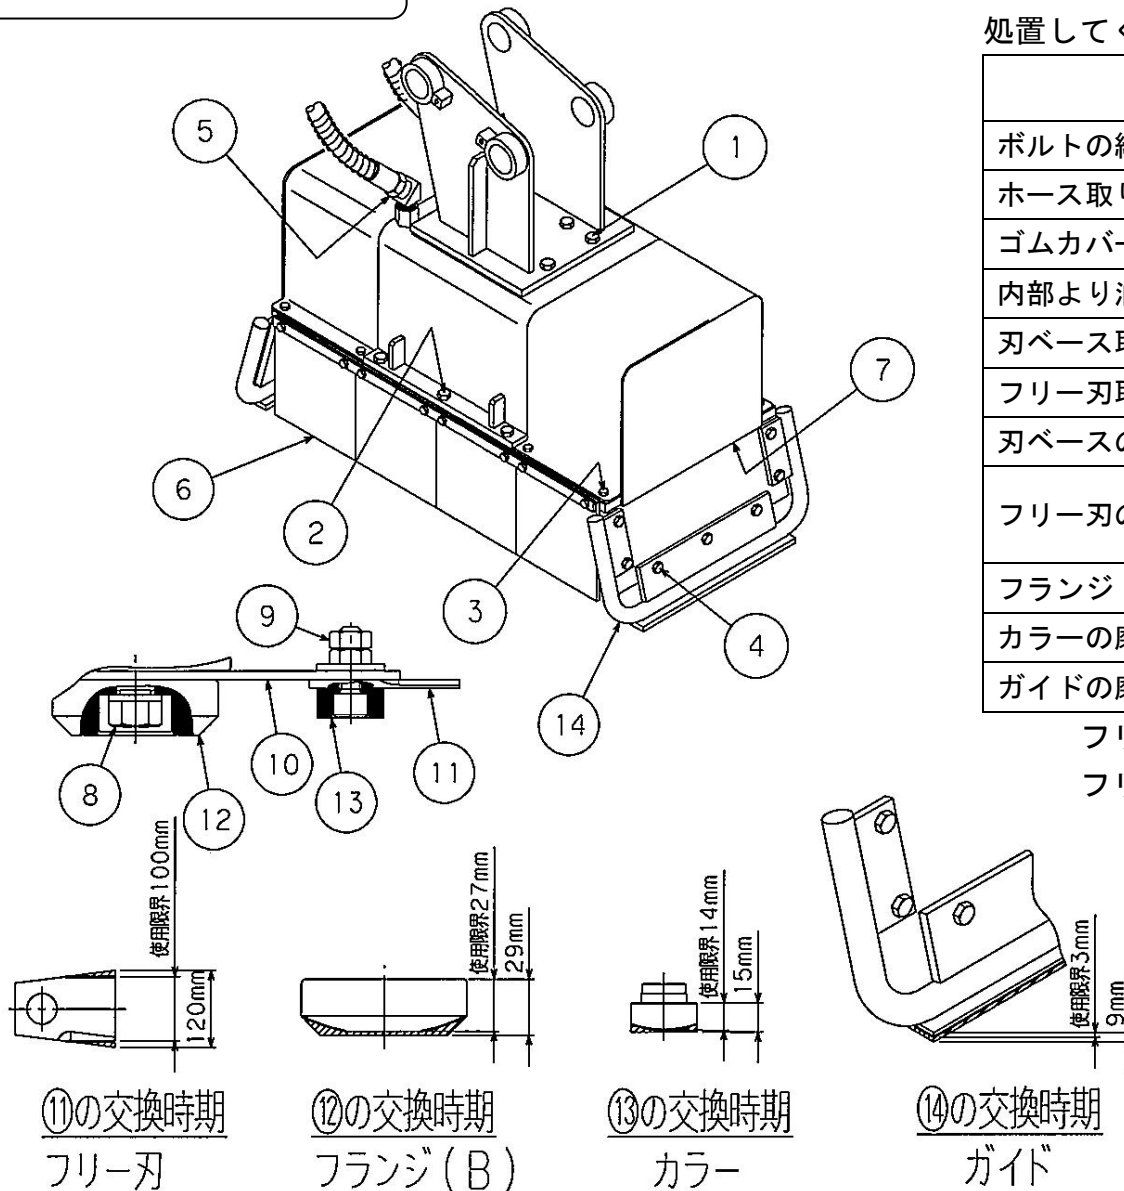

図3. 点検項目の位置
フリー刃の亀裂、摩耗 ⑪	亀裂がある時は交換。(8頁参照) 交換時期は図3参照
フランジ(B)の磨耗 ⑫	交換時期は図3参照
カラーの磨耗 ⑬	交換時期は図3参照
ガイドの磨耗 ⑭	交換時期は図3参照